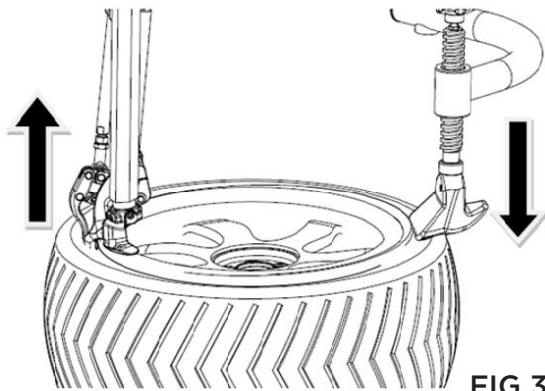

FIG 31
- Si le crochet de démontage ne peut pas soulever la lèvre du pneu en raison de la dureté du pneu RSC pendant le levage de la lèvre du pneu, il est possible de presser le pneu à l'aide d'un bras d'assistance. Le bloc de pression peut appuyer de 4 à 8 cm sur le côté opposé de la tête de démontage, ce qui aide le crochet de démontage à soulever la lèvre du pneu en douceur comme sur la **FIG31**.